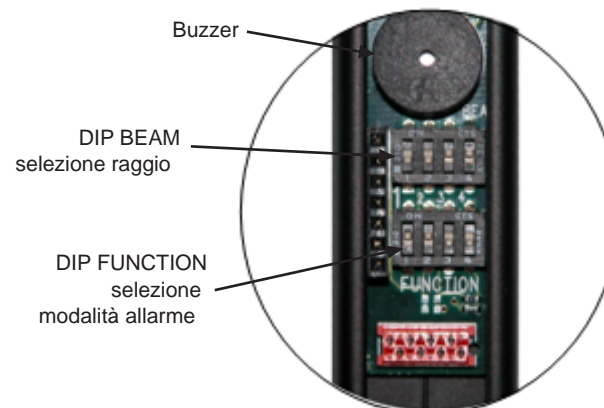

Fig. 9
- se i raggi sono allineati il buzzer emetterà una serie di beep ravvicinati, nel caso di raggi interrotti non emetterà nessun suono. Nel caso di mancato allineamento, allineare singolarmente i raggi abilitando un raggio alla volta sul circuito Master e Slave mediante i DIP "BEAM" (Fig. 9).